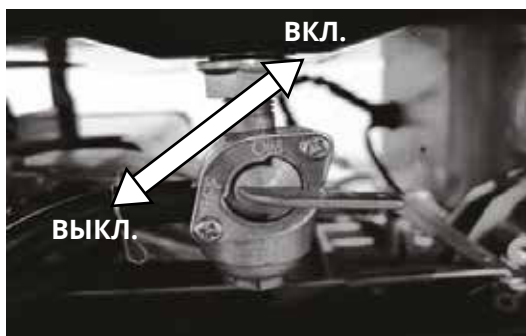

Рис. 3.1
1. Поверните рычаг топливного крана в положение «ВКЛ» (**рис. 3.1**).
3. Поверните рычаг топливного крана в положение «ВЫКЛ» (**рис. 3.1**).